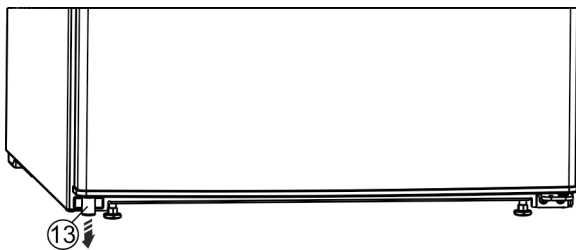

Fig. 13 *
- ▶ Дістаньте з дверцят розпірку Fig. 13 (13) внизу зліва.*